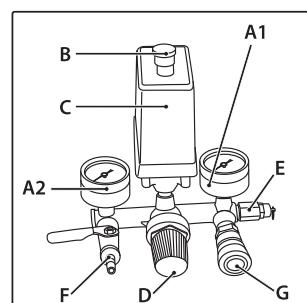

рис. 10
Компрессор работает полностью автоматически при помощи реле давления (C) (рис. 10), останавливающего двигатель по достижении максимального давления и запускающего компрессор при падении давления до минимального установленного уровня (на 2 бара меньше максимального рабочего давления).
При помощи выходного редуктора и манометра расхода выходного воздуха возможна регулировка выходного давления сжатого воздуха. Для выполнения этой операции достаточно повернуть вентиль редуктора (D) по часовой стрелке для увеличения давления, против часовой стрелки — для уменьшения давления. Закончив работу, рекомендуется перевести значение выходного давления на нуль по манометру (A2) (рис. 10). Эта операция нужна для предотвращения увеличения погрешности и быстрого износа редуктора.
Подключение пневматического инструмента к компрессору осуществляется с помощью выходной быстроразъемной муфты (G) или штуцера типа «елка» (рис. 10).